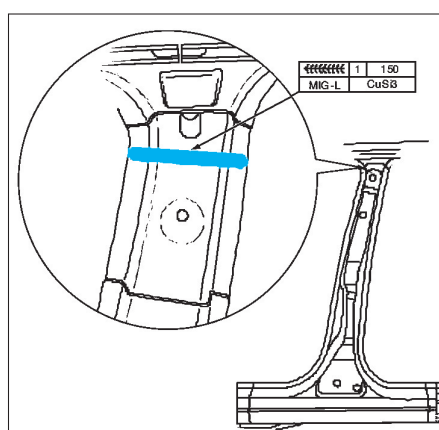

FIG. 61
- Effectuer le cordon de soudure sur le renfort (fig. 61).